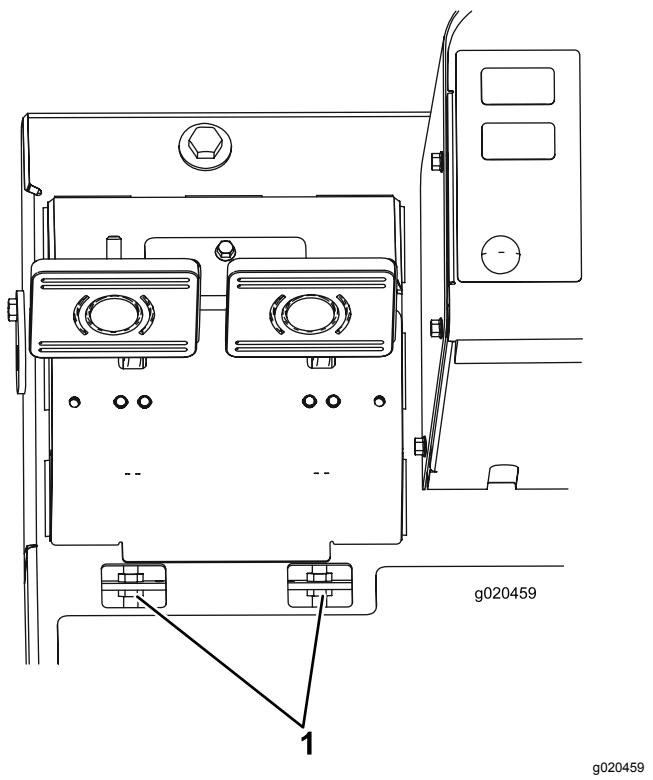

Bild 92
- B. Lockern Sie die vordere Mutter an der Gewindeseite des Bremszuges (Bild 92).